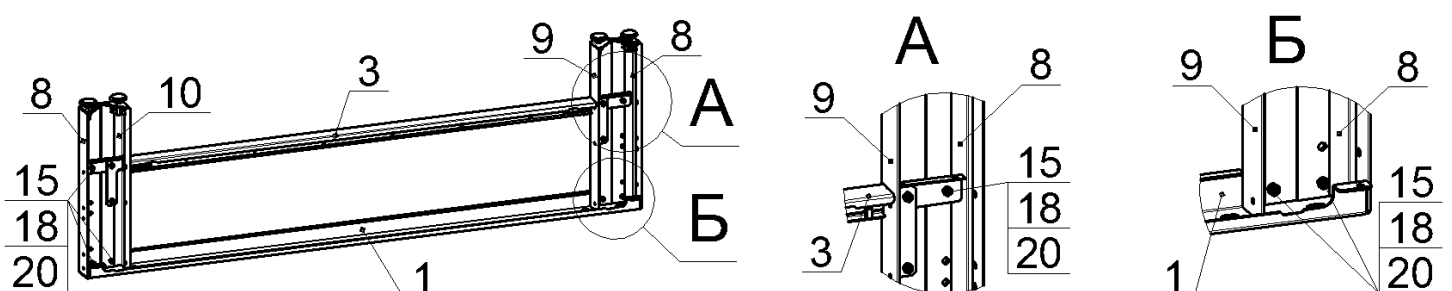

Рис.2
2. Закрепить на профиле лицевом, нижнем, поз.3 стойки угловые (430мм), поз.8, болтами М6, гайками и шайбами поз.15, 18 и 20, затем закрепить профиль лицевой, верхний (1461мм), поз.1 к стойкам угловым, поз.8 и стойкам внутренним, правой и левой, поз.9 и 10, болтами М6, гайками и шайбами поз.15, 18 и 20, как показано на рис.2. Гайки не затягивать: